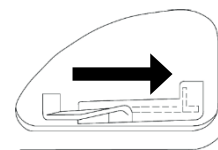

Fig. 13
5. Rotiți pârghia șocului în poziția "DESCHIS". (Fig. 13)